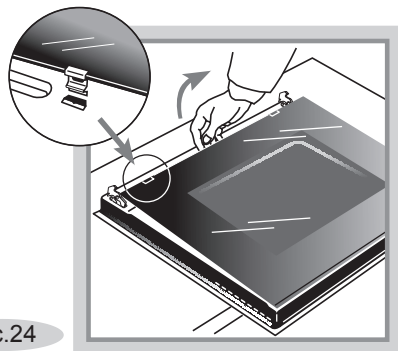

Рис.24
- Чтобы помыть стекла дверцы со всех сторон, **внутреннее стекло можно легко снять.** Для этого потяните за край стекла, как показано на рис. 24